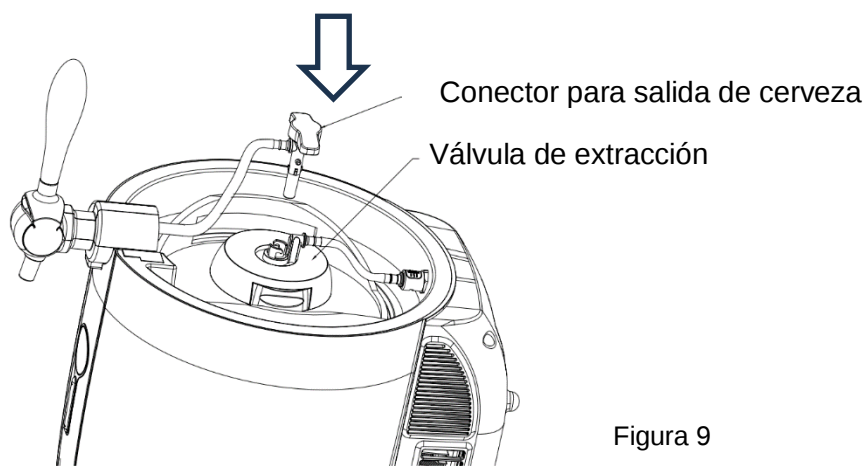

Figura 9
11. Inserte el extremo libre de la tubería de cerveza (qua ya debe estar acoplada al conector de salida de cerveza) en el grifo, dejando el conector alineado con el orificio metálico de la válvula en el centro del tonel. Empuje el conector hacia abajo y gírelo en sentido horario para sellar la conexión (como se muestra en la Figura 9).